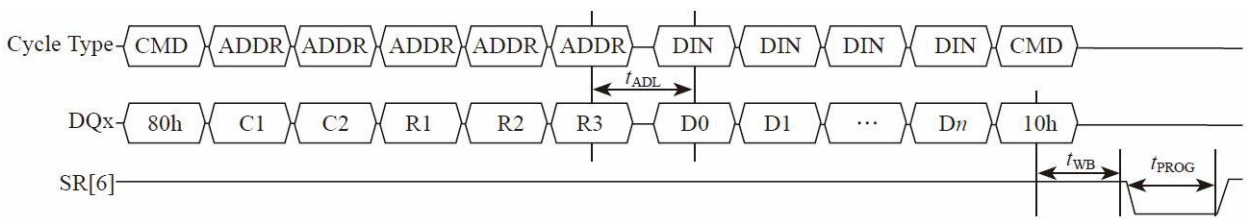

图3-40 写时序
**写时序** 如图3-40所示，用户发了80h命令之后，发送写地址，一般列地址是0，因为要把一个Page写满，如果不从头开始写满一个Page，往往会导致数据出错。发完地址 $t_{ADL}$ 时间之后，开始传输数据到闪存的缓存。数据传完，发送命令10h，闪存芯片开始向介质写入数据，SR[6]状态为Busy，在写操作完成后状态转为Ready。